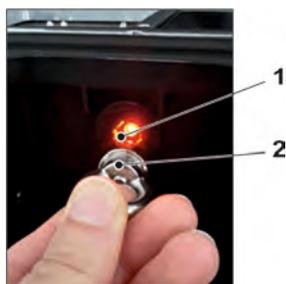

Fig. 31-10 Réveiller le NivuFlow Mobile
2. « Réveiller » le NivuFlow Mobile : tenir l'aimant fourni (Fig. 31-10 point 2) devant le contact Reed (Fig. 31-10 point 1 ; à l'avant du NFM) jusqu'à ce que la LED s'allume.